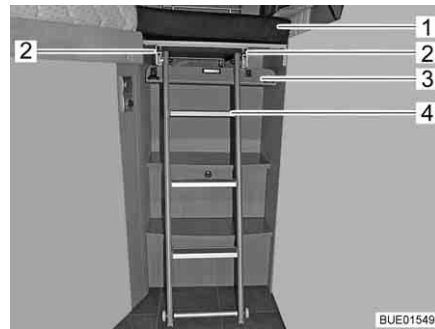

Bild 119 Sängbreddning med stegen
- Sväng ned panelen (Bild 119,3). Panelen hålls fast av magnetlås.
- Lossa stegen (Bild 119,4) och dra ut den en bit från skenorna (Bild 119,2).
- Lägg den extra dynan (Bild 119,1) på sängbreddningen.